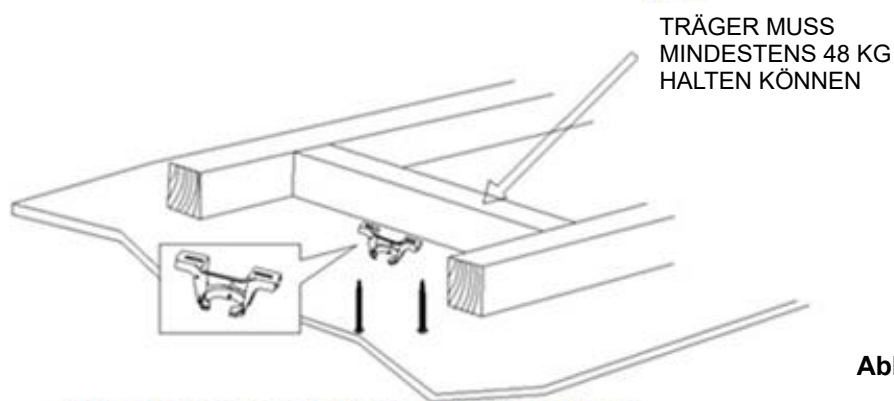

Abb. 2
- Montieren Sie die Halterung mit den beiden langen Schrauben aus dem Lieferumfang an einen Deckenbalken oder einer Decke mit mindestens 48 kg Tragfähigkeit. Stellen Sie sicher, dass mindestens 30 mm der Schraube in das tragende Bauteil eingeschraubt sind. (Abb. 2)